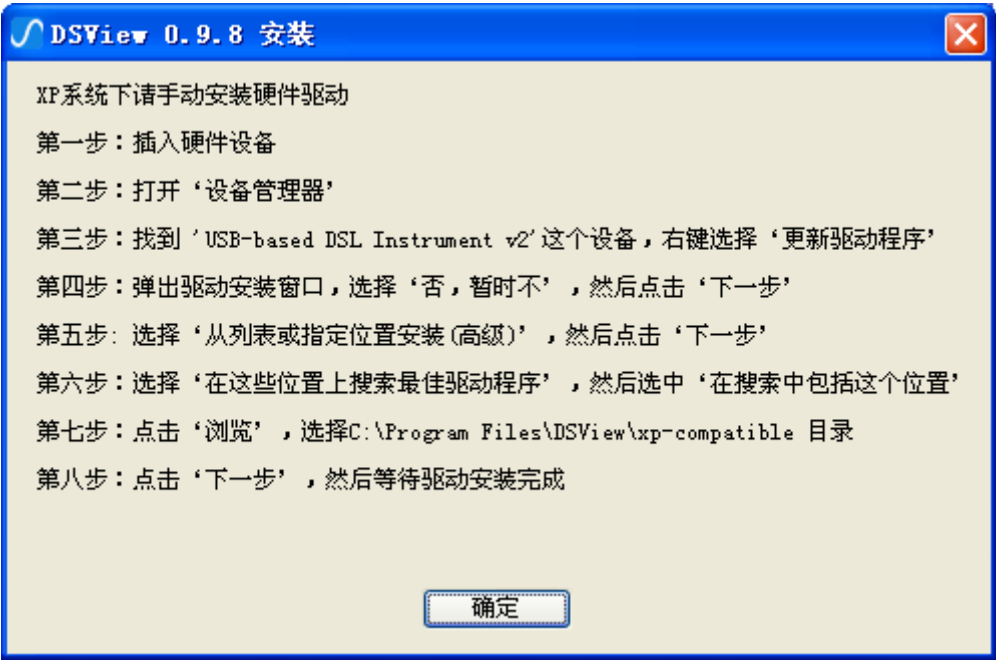

图 1-1
- d) 对于 xp 系统，安装过程会跳出如图 1-1 所示的提示窗口，根据提示手动安装设备驱动即可。